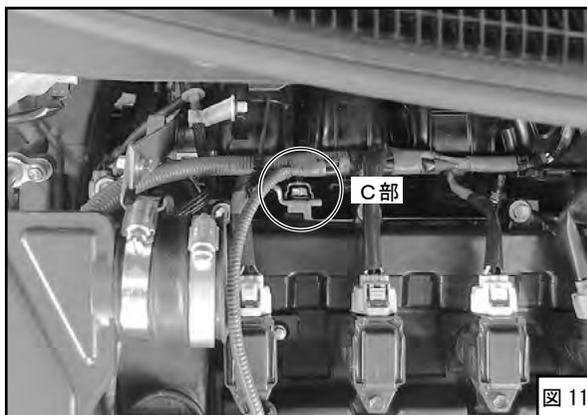
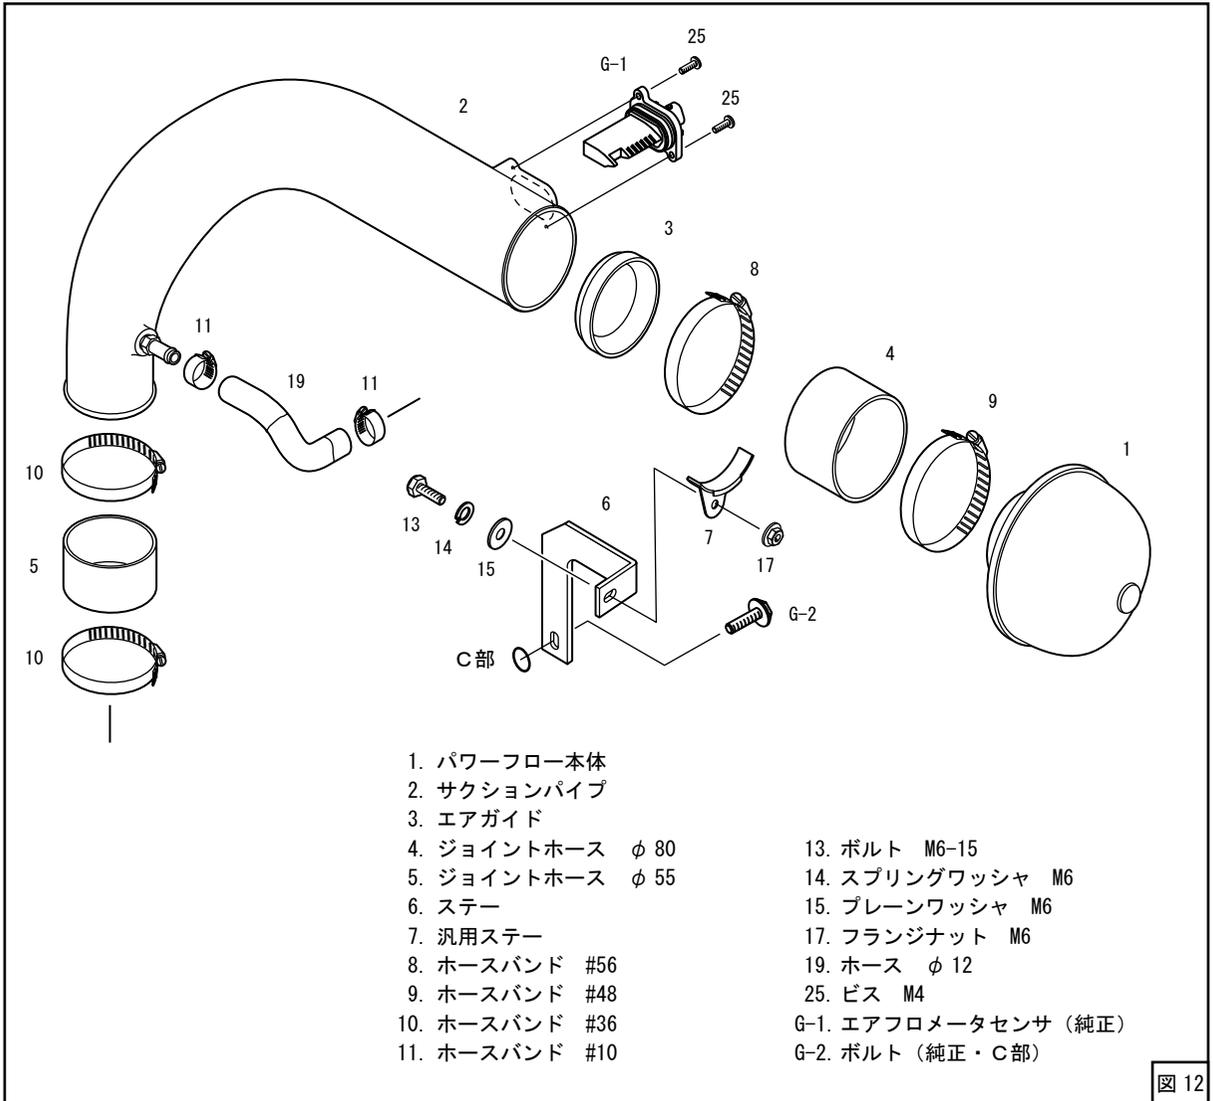

図 11
図12
- (2) ホースφ12をエンジンに仮付けしてください。(図5、図6、図12)
(3) ヘッドルーバーステーを取付けてください。
- (6) エアフロメータセンサのOリング（純正）がサクシオンパイプに噛み込まないようにしながら図10の位置に行くことを確認し、キットパーツのM4ビスを使用して取付けてください。この時ビスを締めすぎないようにしてください。（締付けトルク 2.0～3.0N・m[0.2～0.3kg・m]）（図10、図12）
- (7) C部のボルトをいったん外し、ステーをC部に仮付けしてください。（図11、図12）
(8) キットパーツを仮付けしてください。(図11、図12)